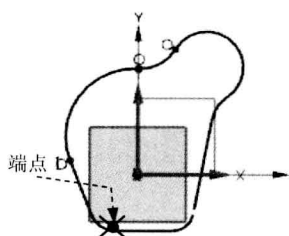

图 2.14.6 水平标注 (一)
Step 1 选择下拉菜单 **插入(I)** → **尺寸(D)...** → **自动判断(I)...** 命令，选取图 2.14.6 所示的端点和竖直轴线，在弹出的动态输入框中输入尺寸值 **55**，单击中键，完成端点